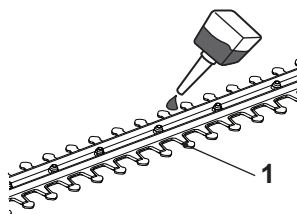

Fig. 9
- Lubrifique as superfícies internas da lâmina, se o dispositivo de corte (lâmina) (1) sobreaquecer durante o funcionamento (Fig. 9).
1. Mantenha o dispositivo de corte (lâmina) (1) limpo e livre de detritos. Remova as aparas com uma escova.
2. Aplique uma pequena quantidade de lubrificante adequado no dispositivo de corte (lâmina), para manter um bom desempenho de corte (Fig. 9).